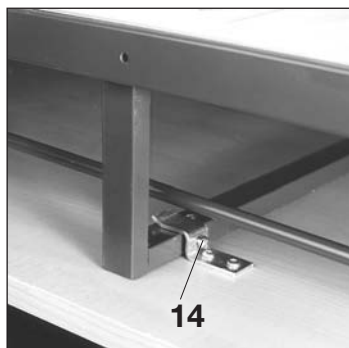

Fig. 8
- Visser les vis cylindriques à tête bombée M4 x 12 mm **14** dans les deux équerres de fixation supérieures de la plaque avant, **fig. 8**.